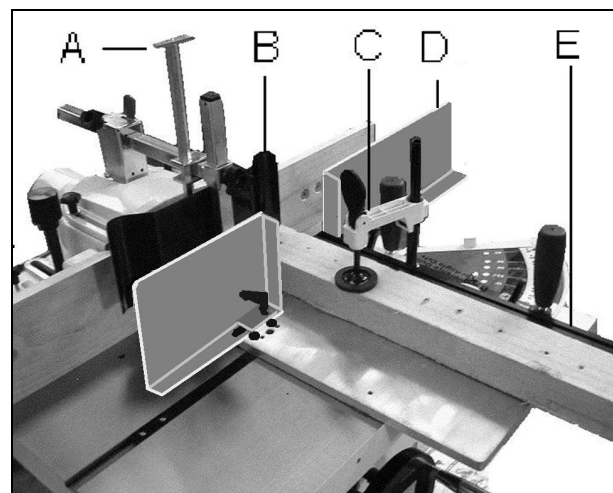

Fig 25
Der Werkstück-Niederhalter (C, Fig 25) und das Gehrungslinial mit Anschlag (E) gewährleisten die Stabilität des Werkstückes während der Bearbeitung.